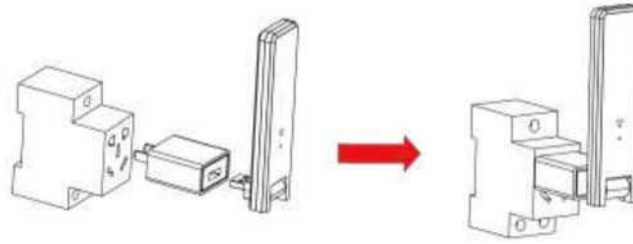

Figura 1:
(3) Instalación de la DTU
a. Conecte la unidad DTU al adaptador y enchúfela a la toma de corriente. (Figura 1)